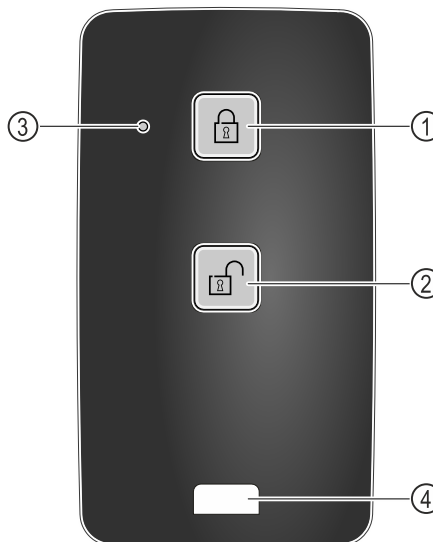

Fig. 149
- ▶ Πατήστε το πλήκτρο Fig. 149 (1) στο τηλεχειριστήριο.
- ▶ Πατήστε το πλήκτρο Fig. 149 (2) στο τηλεχειριστήριο.
- ▶ Το LED κατάστασης Fig. 149 (3) παρέχει μια οπτική απόκριση με το πάτημα του πλήκτρου.
- ▶ Κρίκος Fig. 149 (4) για στερέωση του τηλεχειριστηρίου, για παράδειγμα σε ένα μπρελόκ.